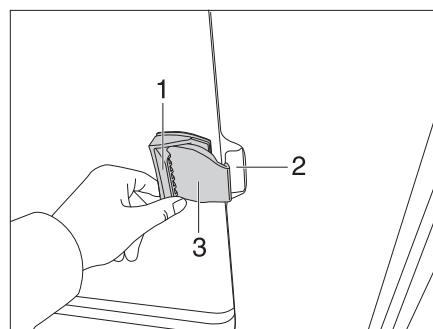

Fig. 64 Fenêtre coulissante sans verrouillage
- Tirer sur le clapet de la poignée (Fig. 64,1) et pousser ou tirer simultanément la poignée vers l'avant.